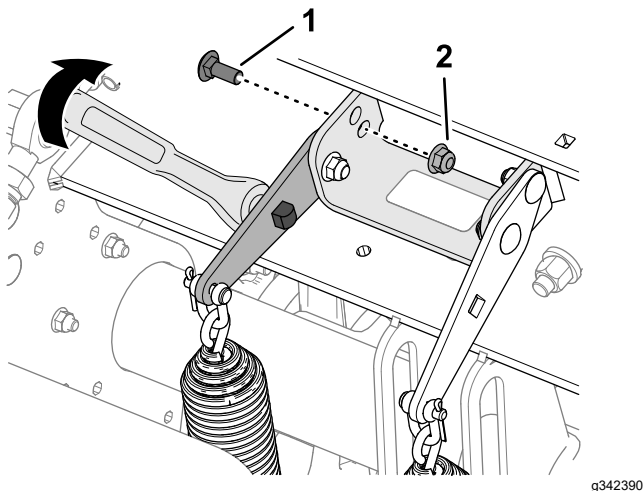

図 110
4. スプリングテンションプレートの四角い穴に 1/2" のラチェットまたはバールを差し込む  図 110。